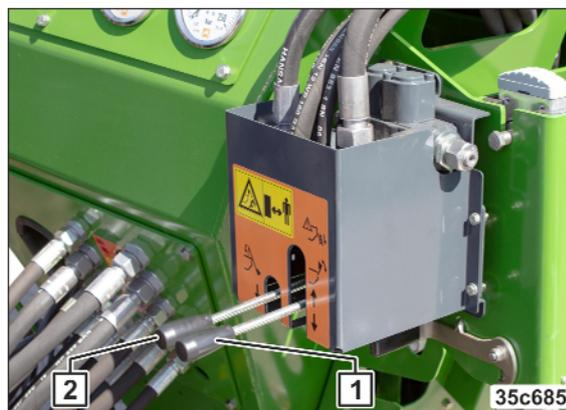

Рис. 218
9. Включите блок управления (Рис. 218/2).